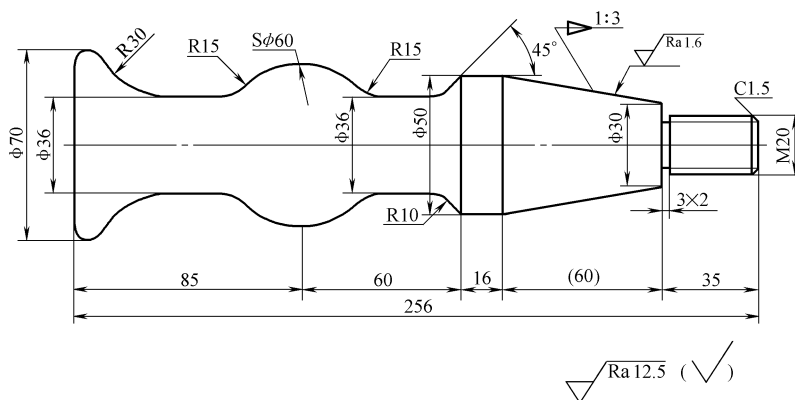

图 D-8 造型与编程题 8
8. 已知毛坯尺寸为 $\phi 80\text{mm} \times 300\text{mm}$ ，材质为 45 调质钢，根据图 D-8 所示的零件图尺寸，完成零件的车削加工造型（建模），生成加工轨迹，并根据 FAUNC-0i 系统要求进行后置处理，生成 CAM 编程 NC 代码。